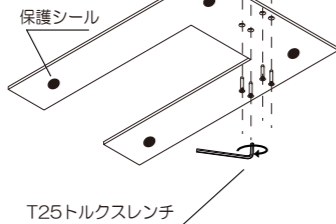

図3
2. LED部と支柱部をT25トルクスネジ（同梱）で固定する。（図3）